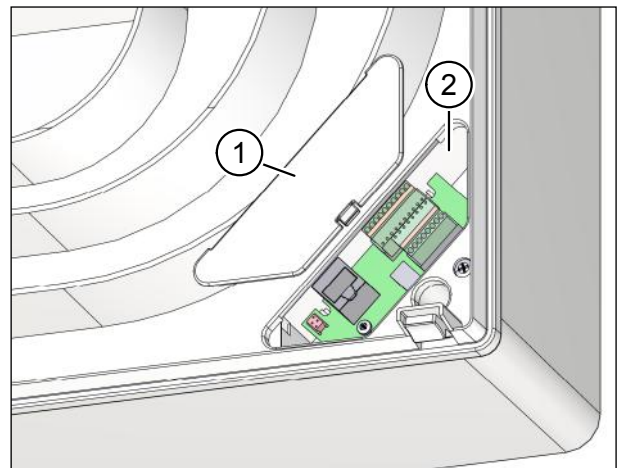

Abb. 31: Netzwerkdeckel einsetzen
- ▶ Setzen Sie den Netzwerkdeckel (Pos. 1 in Abb. 31) auf die Öffnung (Pos. 2 in Abb. 31) und rasten Sie ihn ein.